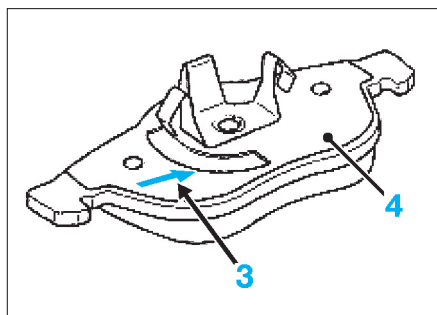

FIG. 9
Orienter la flèche (3) des plaquettes intérieures (4) vers le bas pour éviter le bruit lors du roulage (fig. 9).